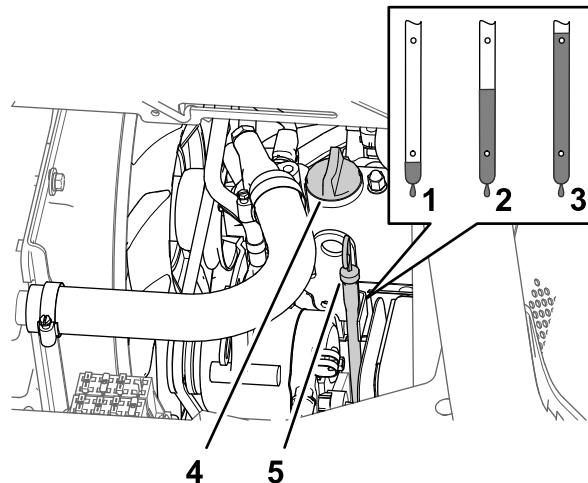

Figure 80
5. Retirez le bouchon de remplissage d'huile du goulot de remplissage sur le couvre-culasse (**Figure 80**) et versez avec précaution environ 80 % de la quantité d'huile spécifiée dans le goulot de remplissage.
6. Sortez la jauge et vérifiez le niveau d'huile dans le carter moteur (**Figure 80**).
7. Faites l'appoint d'huile spécifiée avec précaution pour faire monter le niveau jusqu'au repère maximum sur la jauge (**Figure 80**).
8. Remettez le bouchon de remplissage d'huile dans le goulot de remplissage et la jauge dans son tube (Figure 80).